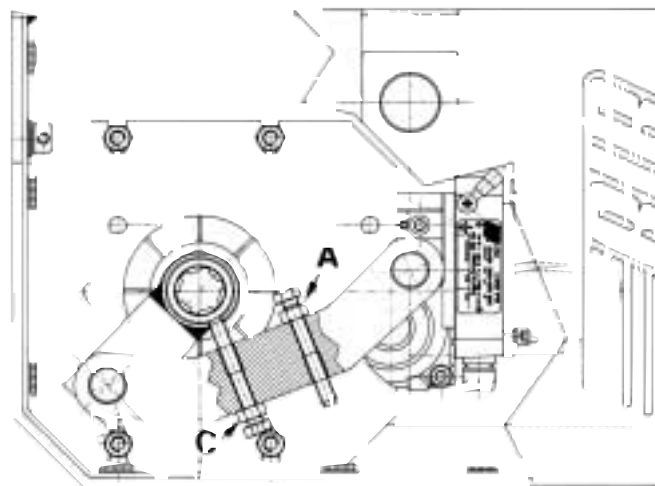

Fig. 11
- Per ottenere l'apertura desiderata del cancello è sufficiente avvitare o svitare la vite "A" di fermo e di seguito bloccare il controdado per impedire che possa modificare la sua posizione nel tempo (Fig.11).